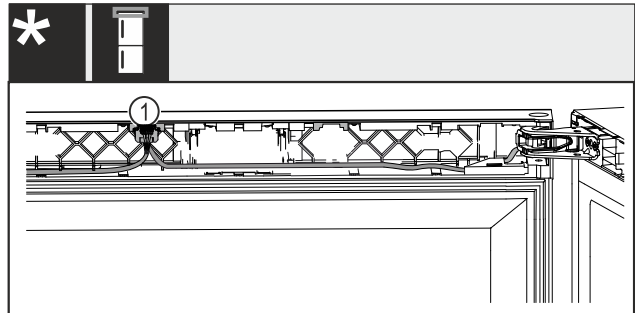

Fig. 41 Combiné compartiment à vin/congélateur
- Enclencher le connecteur Fig. 41 (1) dans le guide.